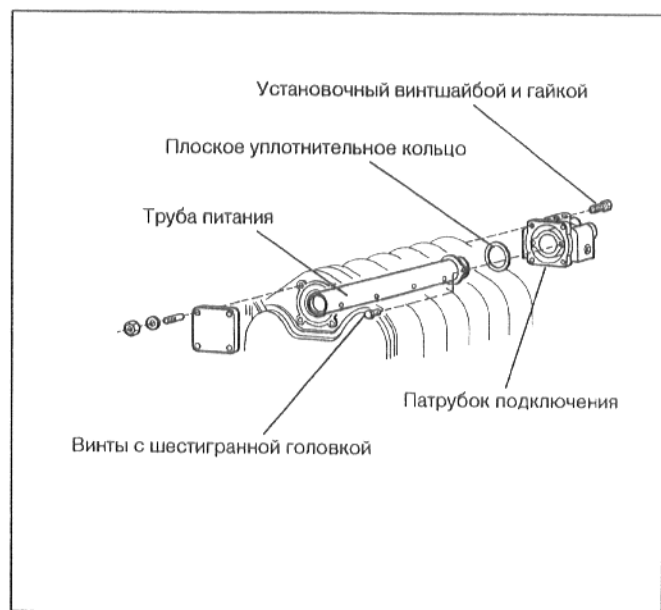

рис. 12
- Ослабить винты с шестигранной головкой и снять трубу питания с патрубка подключения (рис. 12).
- Вставить трубу питания спереди в верхнюю ступицу котла (рис. 12).
- Надеть плоское уплотнительное кольцо на трубу питания и привинтить трубу питания двумя винтами с шестигранной головкой к патрубку подключения (рис. 12).